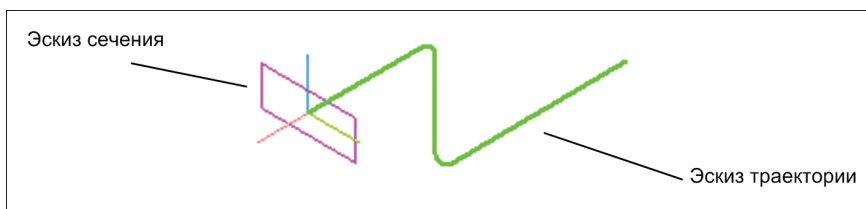

Рис. 19.20. Построенные Эскиз траектории и Эскиз сечения
- ◆ выделите плоскость **ZY** и нажмите кнопку **Эскиз**. Начертите из центра координат эскиз траектории произвольных размеров с типом линии *Основная* с помощью команды **Автолиния**. Выйдите из режима **Эскиз**. В **Дереве** модели появится элемент **Эскиз 2**. У вас должно получиться, как на рис. 19.20;